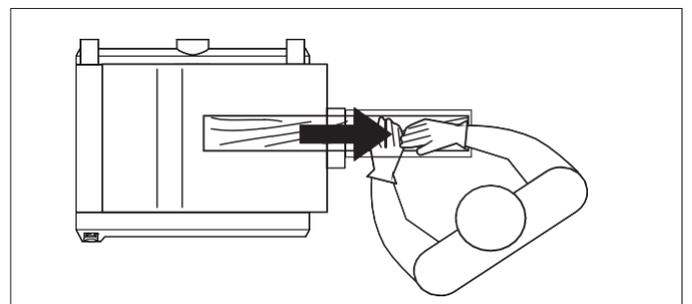

FIG. 8
2. Pour retirer la pièce de la machine, placez-vous décalé d'un côté de l'ouverture d'alimentation. FIG. 8. Ne tirez pas le bois quand il sort de la machine. Laissez le rouleau d'alimentation aller déplacer la pièce hors du dégauchisseuse à son propre rythme, mais soutenir le bois d'œuvre comme il s'étend au-delà des rouleaux d'extension.